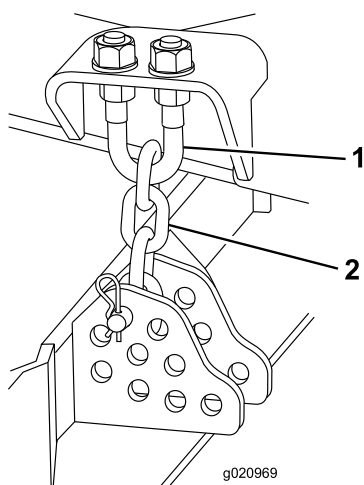

Figure 81
1. Desserrez les écrous de blocage en haut ou en bas de l'étrier fileté de la chaîne de hauteur de coupe (Figure 81).